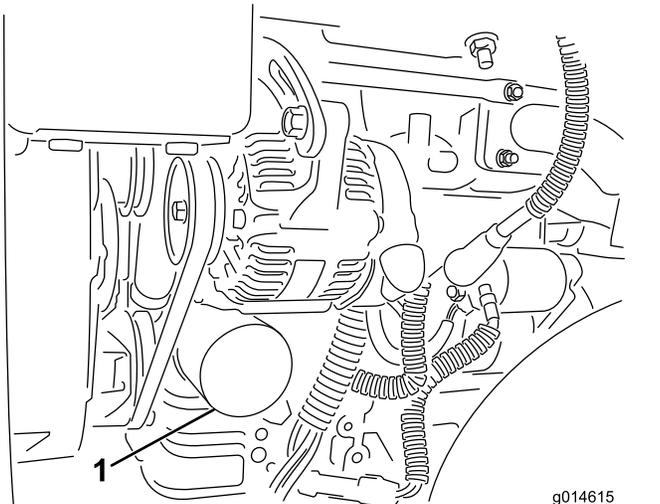

Bild 31
2. Entfernen Sie den Ölfilter (Bild 31). Ölen Sie die neue Dichtung am Ölfilter leicht mit frischem Öl ein.